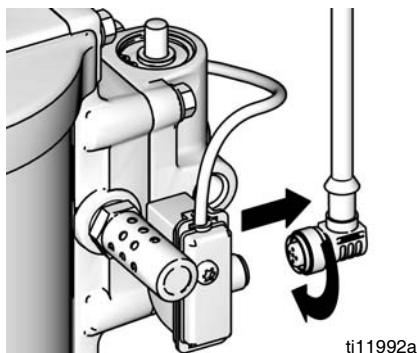

FIG. 11. Scollegare il DataTrak
1. Svitare il cavo dal retro del gruppo interruttore a lame. Vedere la FIG. 11.